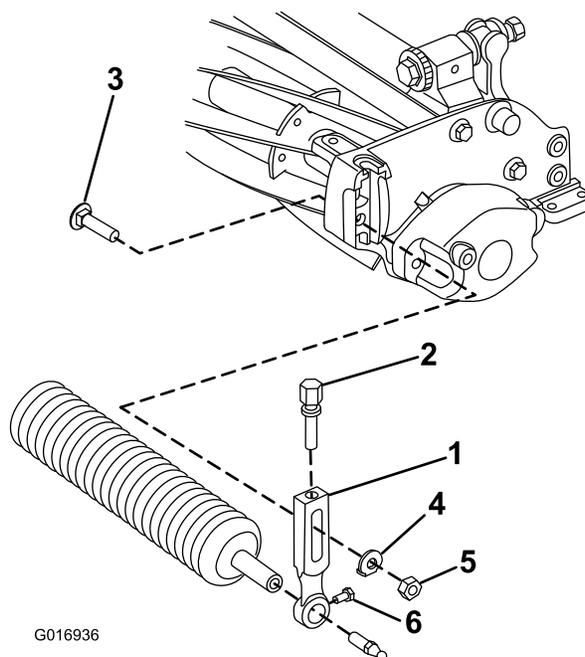

Рисунок 2
2. На режущем блоке ослабьте винты крепления обоих концов переднего валика к рычагам высоты скашивания (Рисунок 2).
3. Снимите болты плуга, шайбы и контргайки, которые крепят рычаги высоты скашивания к каждому концу режущего блока (Рисунок 2). Снимите рычаги высоты скашивания и узел валика.
4. Отверните винты регулировки высоты скашивания и крепежные винты валика с рычагов высоты скашивания (Рисунок 2).